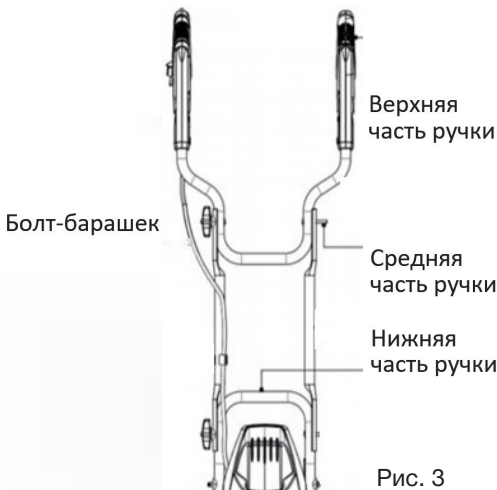

Рис. 3
3. Соедините верхнюю часть ручки со средней ручкой с помощью второго комплекта болтов-барашков. Затяните ручки с каждой стороны (Рис. 3).